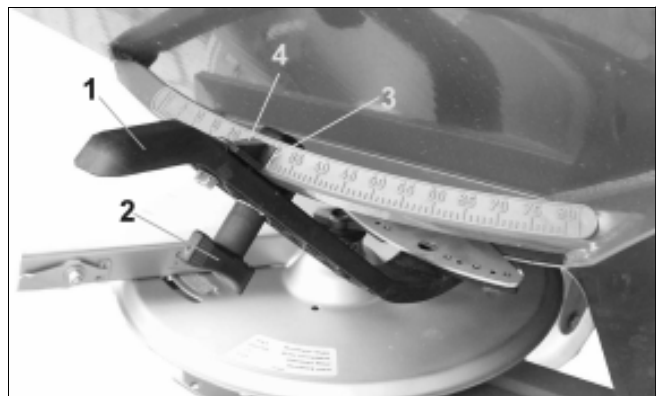

Fig. 40
Voor de gewenste **strooihoeveelheid** wordt de vereiste **stand van de schuiven** met de beide stelhendels (Fig. 40/1) ingesteld.
- Vleugelmoeien (Fig. 40/2) van de stelhendels (Fig. 40/1) losdraaien.
- Afleeskant (Fig. 40/3) van de wijzer van de stelhendel (Fig. 40/4) op de opgezochte waarde uit de strooitabel, of op de met de rekenschijf vastgestelde waarde instellen.